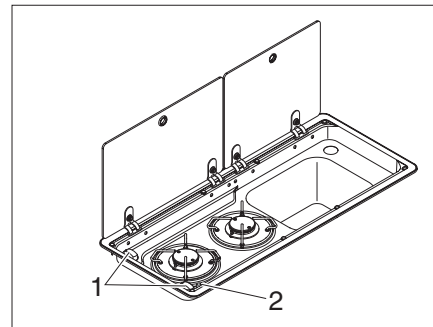

Fig. 85 Elementi di comando del fornello a gas
- ▶ Ruotare il pomello girevole (Fig. 85,1) dell'impianto a fiamma libera desiderato in posizione accesa (fiamma alta).
- ▶ Generare la scintilla premendo il tasto di accensione (Fig. 85,2) (solo CVD540/600).
- ▶ Ruotare il pomello girevole (Fig. 85,1) sulla posizione 0. La fiamma si spegne.